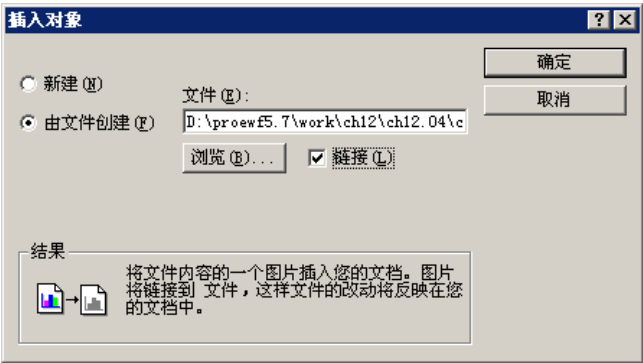

图 9.4.4 “插入对象”对话框
- Step2. 选择 **布局**  **对象...** 命令，系统弹出图 9.4.4 所示的“插入对象”对话框。